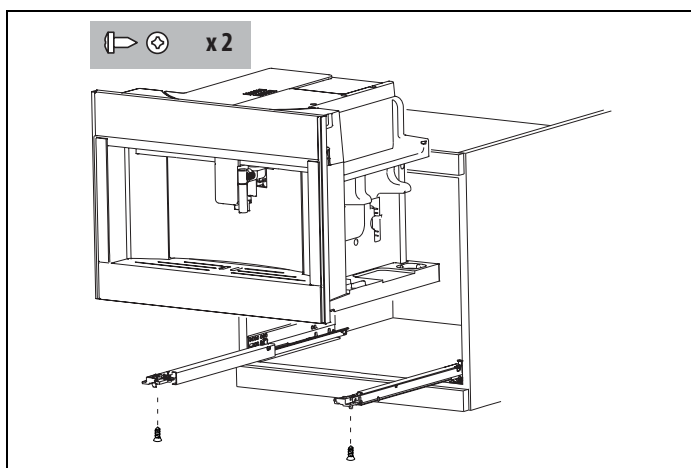

Fig. 7
- Placera apparaten på skenorna (endast efter att dessa har monterats i skåpet. Detta är för att undvika att placera apparaten på en yta som inte är lämplig för sådan användning), och se till att stiften är korrekt införda i höljena. Fixera dem sedan med medföljande skruvar (Fig. 7 ). Om apparatens höjd behöver justeras, använd medföljande distanser.